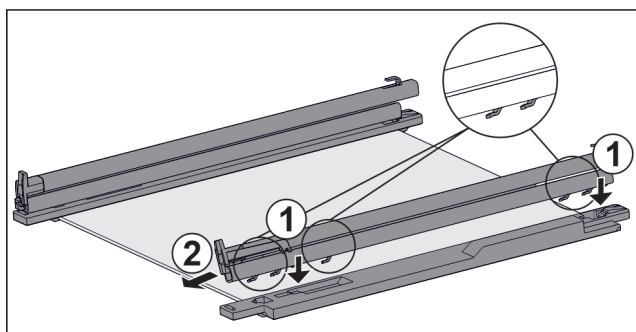

Fig. 202 Skleněná deska s kolejničkami a přídržnými díly
- ▶ Nasadte háčky kolejničky na otvory **levého** přídržného dílu. Fig. 202 (1)
- ▶ Vytáhněte kolejničku dopředu. Fig. 202 (2)
- ▶ Nasadte háčky kolejničky na otvory **pravého** přídržného dílu. Fig. 202 (1)